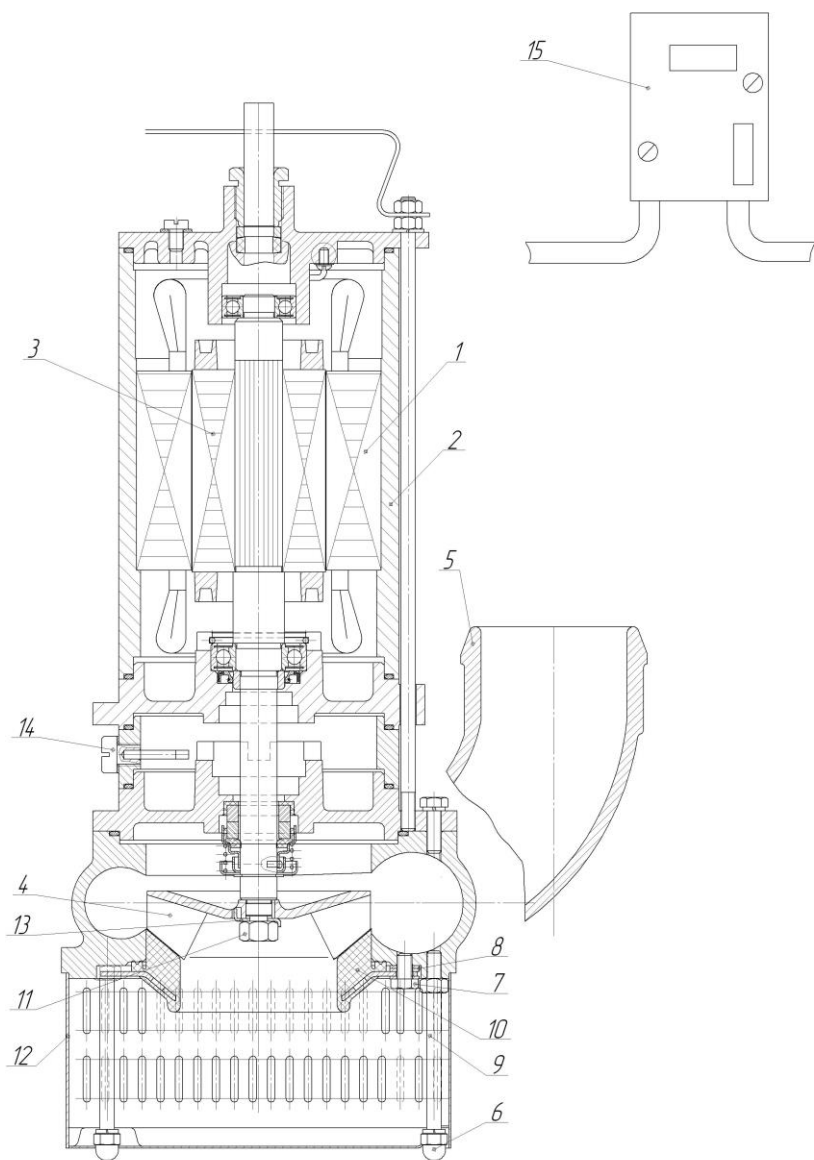

Рис. 1
4. УСТРОЙСТВО И ПРИНЦИП РАБОТЫ (Рис.1)
Примечание. Автоматический выключатель типа ВА 101-3 приобретается отдельно (Рис.1 поз.15).
СТАТОР (рис. 1, поз.1) – прессованный активный пакет железа, заключенный в гильзу (поз.2).
- 6.3. Проверить уровень масла. Для этого необходимо открутить пробку с щупом (рис.1 поз.14) и убедиться, что уровень масла находится не ниже риски.